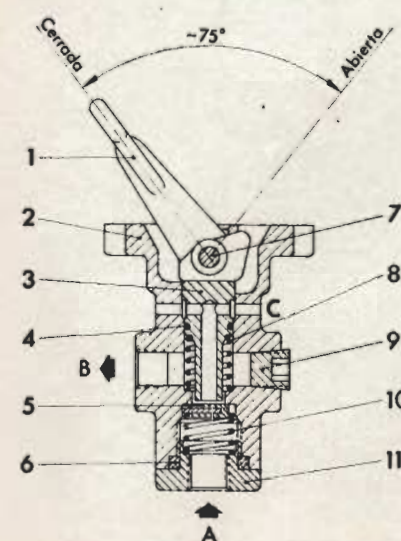

Fig. 4.2. - Válvula de dos vías
4.2 VÁLVULA DE DOS VÍAS (fig. 4.2)
Conectada la palanca (1) en posición de abierta, el émbolo y la válvula (5) son presionados hacia abajo, pasando el aire comprimido de (A) a (B) a través del espacio que deja libre la válvula (5) (ver detalle en fig. 4.2) y cerrándose a la vez el paso de aire a la atmósfera por el mismo extremo del émbolo, que abre la válvula.